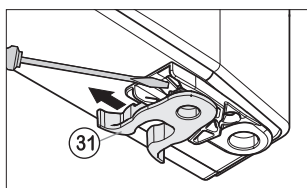

Fig.5
- Pružinovou svorku Fig. 5 (31) přesadit: Stisknout zárazku pro uchycení, přesto stáhněte pružinovou svorku.